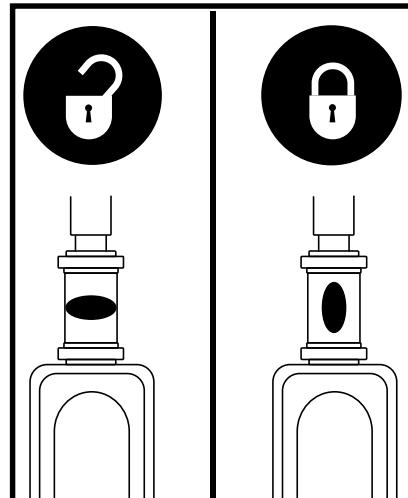

Figura 32. Bloccasterzo
2. Bloccare il manubrio in posizione diritta in avanti spingendo la manopola di blocco del manubrio e ruotandola in senso orario di 90°. Vedere figura 32. La ruota anteriore deve essere rivolta in avanti per bloccare il manubrio.
1. Estrarre la chiave dall'apposito interruttore e bloccare il manubrio in posizione diritta in avanti spingendo la manopola di blocco del manubrio e ruotandola in senso orario di 90°. Vedere figura 32. La ruota anteriore deve essere rivolta in avanti per bloccare il manubrio.
6. Sbloccare la ruota anteriore ruotando il manubrio di 90° in senso antiorario. Vedere figura 32.